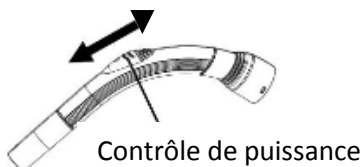

Fig.11
**Régulateur du débit d'air :** Vous pouvez régler l'aspiration en faisant glisser le contrôle de puissance vers le haut ou vers le bas (Fig. 11).